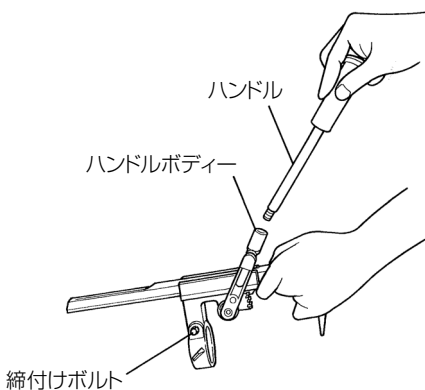

図 6
- (1) ハンドルをハンドルボディーにねじ込み取付けます。(図 6)
- (2) 締付けボルトを取りはずします。